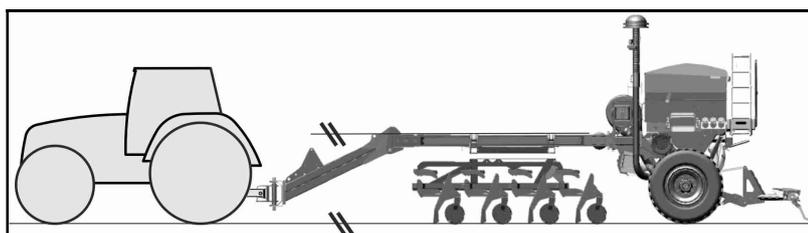

Fig. 92
- Mantener la llave esférica (Fig. 92/1) en posición **B**,